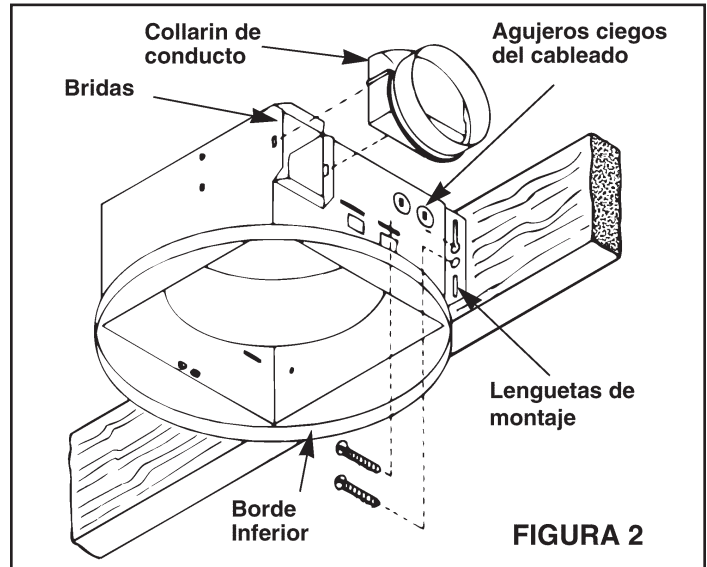

FIGURA 2
Refiérase a la Figura 2.
1. **Refiérase a la Figura 2.** Coloque el collarín del conducto sobre las bridas en la abertura de descarga del ventilador. Fije el collarín encajando las lengüetas a presión en las ranuras de las bridas.